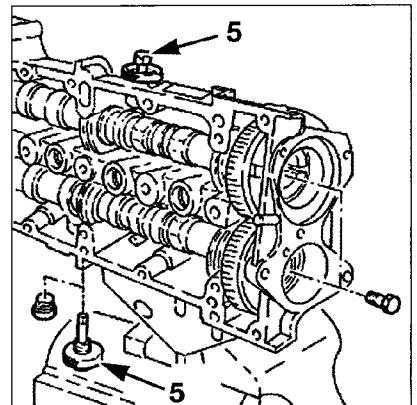

FIG. 27
- 5. Tornillo de calado de eje de levas (ref. Fiat: 1871000900) (fig. 27).
- Montar los útiles de calado (5) de los ejes de levas de escape y de admisión (fig. 27).
- Desmontar los útiles de calado de los ejes de levas (fig. 27).
- Poner los 2 ejes de levas y bloquearlos con los útiles de calado (fig. 27).